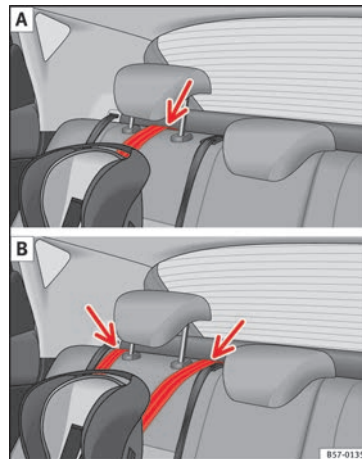

Fig. 34 Correa de sujeción: ajuste y montaje en función del cinturón Top Tether.
- Coloque la correa por debajo del apoyacabezas del asiento posterior »» **fig. 34** (en función de las instrucciones de la propia silla, levante o retire el apoyacabezas si fuera necesario).